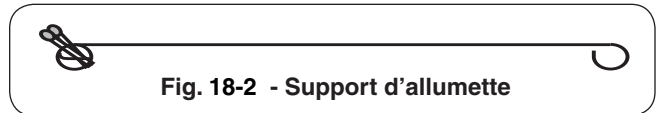

Fig. 18-2 - Support d'allumette
2. Insérez un allumeur brûlant de butane de long-baril, une allumette brûlante de long-tige, ou une allumette brûlante tenue par un support de prolongation de fil (Fig. 18-2) par les grilles à cuire au brûleur (Fig. 18-3). Pour des backburners, tenez la flamme contre le matériel perforé du brûleur arrière. Pour des sideburners, tenez la flamme contre le brûleur.